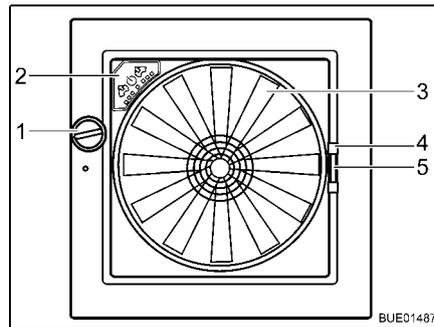

Fig. 127 Claraboya Omni-Vent
- Abrir:** ■ Girar el botón giratorio (Fig. 127,1) hasta alcanzar el ángulo de apertura deseado.
- Cerrar:** ■ Girar el botón giratorio (Fig. 127,1) hasta que la claraboya esté completamente cerrada.
- Cerrar:** ■ Tirar del tirador (Fig. 127,4) de la protección contra insectos hacia el lado opuesto del marco.
- Cerrar:** ■ Comprimir el tirador (Fig. 127,5) del oscurecedor.
- Ventilador** Cuando la claraboya está abierta, el interior se puede ventilar y purgar de aire con el ventilador de 6 niveles (Fig. 127,3). El ventilador se maneja a través del cuadro de mando (Fig. 127,2).